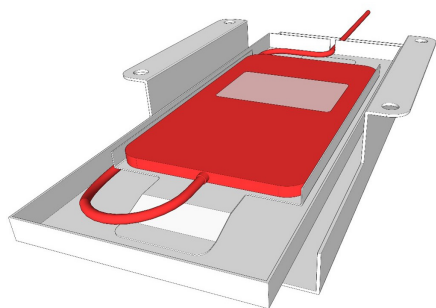

Figura 2
2. Presentar el mando de control de la placa de inducción Cooking Surface sobre la superficie de apoyo, pasando el cable por uno de los laterales de la misma, y sacándolo por la apertura de la parte trasera. Ver **figura 2**.